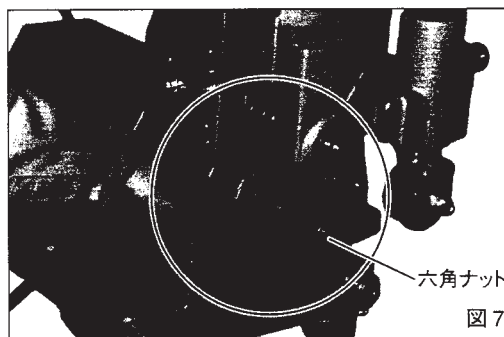

図 7
- 2.主軸の六角ナットを緩めワッシャを外すと、下ローラは手前に抜けます。(図7)